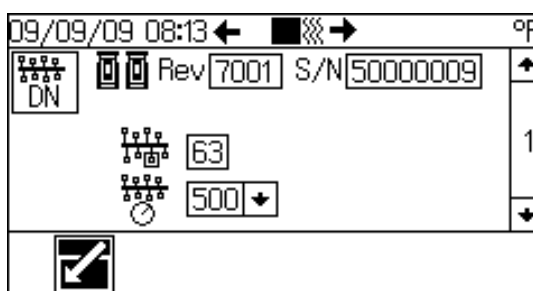

FIG. 10 : Adresse du dispositif
2. Appuyez sur   pour faire défiler l'écran 1. Consultez la FIG. 10.